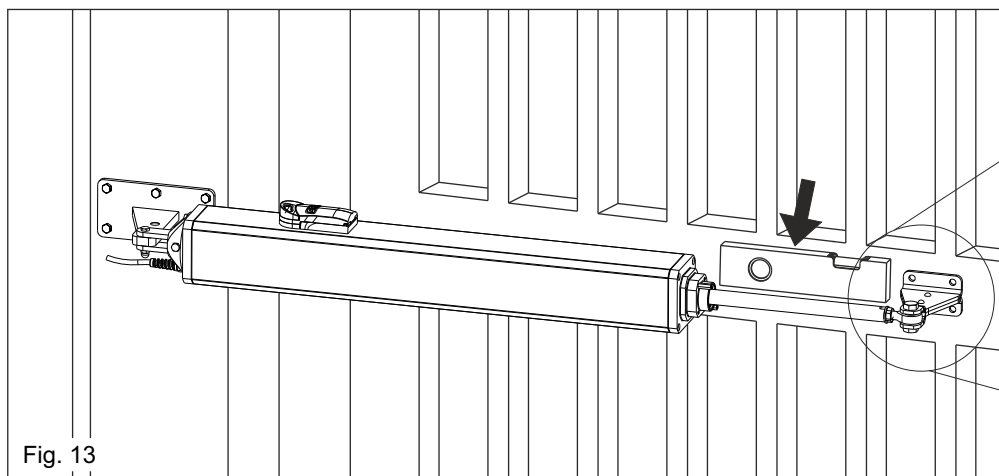

Fig. 13
Le support doit être positionné de façon que l'opérateur soit parfaitement horizontal (Fig.12, Fig.13)
- 4) Positionner l'opérateur de façon qu'il résulte parfaitement horizontal et donc marquer la position de la fixation antérieure (Fig.13).